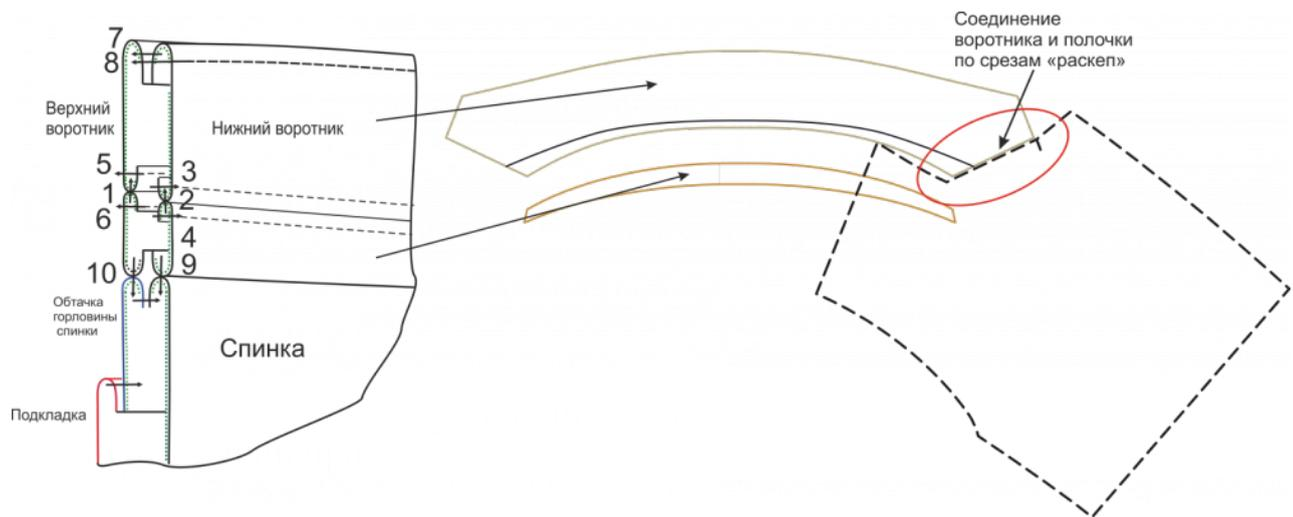

Рис. 6
1. Притачайте стойку верхнего воротника к верхнему воротнику, а стойку нижнего воротника к нижнему воротнику. Припуски швов разутюжьте и расстрочите (Строчки 1,2,3,4,5,6, рис. 6).